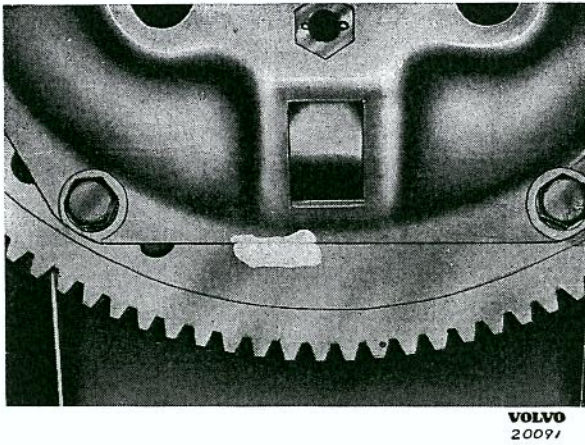

Bild 5. Sammärkning av koppling och svänghjul.
6. Kontrollera att koppling och svänghjul är märkta med färg enligt bild 5. Märk i annat fall upp koppling och svänghjul samt tryckplatta med körslag. Detta måste göras för att montering efter reparation av kopplingen skall kunna ske i det läge, i vilken den tidigare varit monterad. Vrid först svänghjulet ett varv och undersök, om uppmärkning gjorts tidigare.